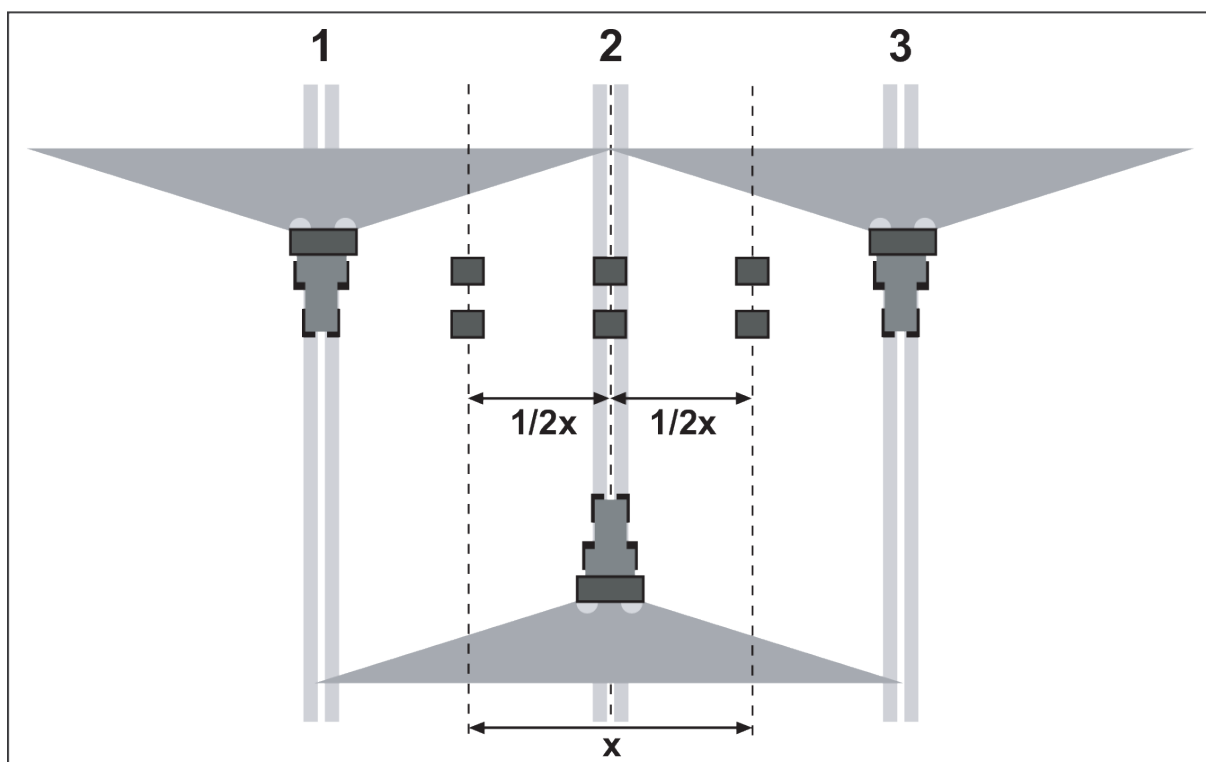

Fig. 54: Installation pour trois passages
- ▶ Installer deux bacs récupérateurs l'un derrière l'autre séparés par un écart de **1 m** dans les zones de recouvrement et dans la voie centrale (selon *Fig. 54*).